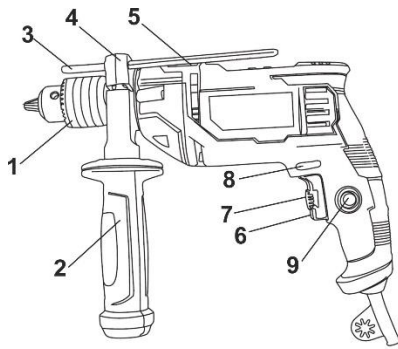

Рисунок 1
4.2 Виберіть необхідний режим роботи виробу за допомогою перемикача (5) (див. рисунок 1). Перемикач режимів роботи виробу здійснюється переведенням перемикача (5) (див. мал.1) з одного крайнього положення в інше в сторону відповідного символу режиму роботи:
- ударно-обертальний режим - перемикач (5) повинен бути переведеним до упору убік символу **T**;
- обертальний режим - перемикач (5) повинен бути переведеним до упору убік символу **2**.